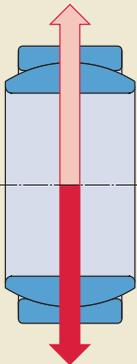

Bild 5
- Axialbelastung (→ **Bild 5**)